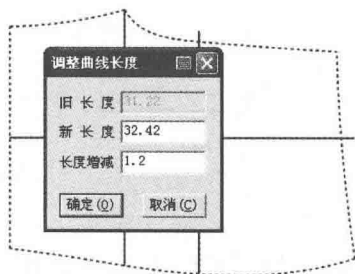

图 7-112 处理后片中缝线
(29) 选择  【智能笔】工具按着【Shift】键,右键点击烫迹线,进入【调整曲线长度】功能。输入增长量 1.2cm (图 7-112)。